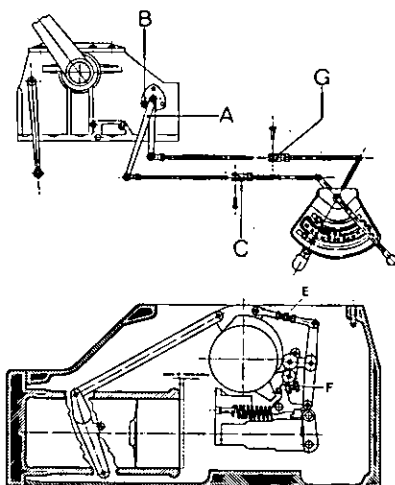

Fig. 221 - Schema di registrazione della Stazione Automatica di Controllo della trattrice **PANTHER**.
N.B.: In mancanza dell'attrezzo 5.9030.455.0 si può eseguire la registrazione della S.A.C. montando il coperchio ruotato di 180° (Fig. 221), in modo che la S.A.C. possa funzionare ed avere la possibilità di eseguire all'interno di essa le registrazioni previste.